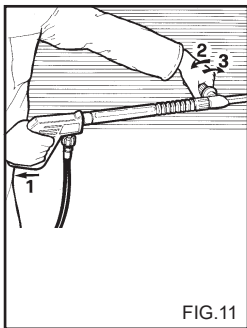

FIG.11
**USO DE LA LANZA DOBLE (fig.11). (Cuando disponible).**